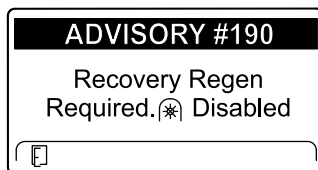

Figure 48
- ADVISORY #190 (avis n° 190), demande de régénération d'urgence – prise de force désactivée, affiché (Figure 48)